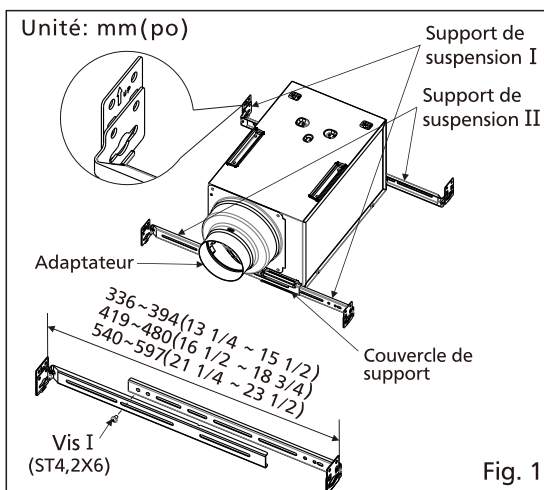

Fig. 1
1. Insérez les supports de suspension dans le boîtier du ventilateur de chaque côté du couvercle du support. (Voir Fig. 1)
2. Fixer les supports de suspension I et II de avec des vis I (ST4,2X6), mais souvenez-vous de ne pas serrer les vis tout de suite. (Sauf lorsque l'espace est de 12 pouces entre les solives.) (Voir Fig. 1)